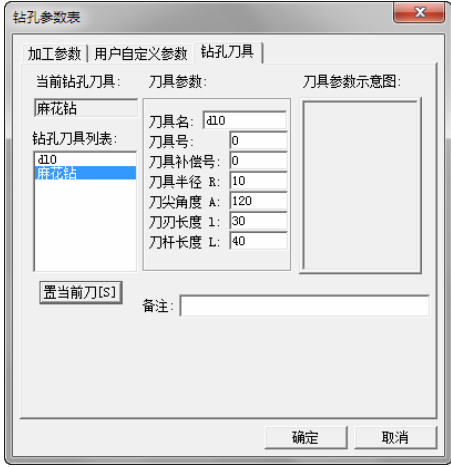

图 4-189 钻孔刀具参数设定
2) 单击“钻孔刀具”选项卡，在“钻孔刀具列表”的列表框中直接单击“麻花钻”，使它变为蓝色，然后单击“置当前刀”按钮，即调出了刀具库中设置的钻孔刀具，具体参数显示如图 4-189 所示。